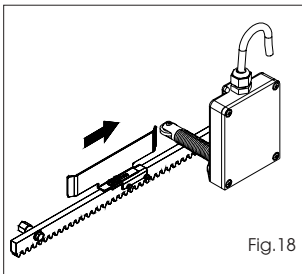

Fig.18
- 5) Verschuif het plaatje over de tandheugel in de openingsrichting (Fig. 18). Verplaats het plaatje ongeveer 20-30 mm vooruit, zodra de led van de eindschakelaar voor opening op de elektronische apparatuur uitgaat, en zet hem voorlopig vast op de tandheugel met de bijgeleverde schroeven.